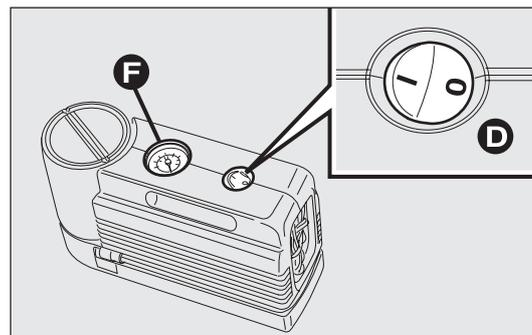
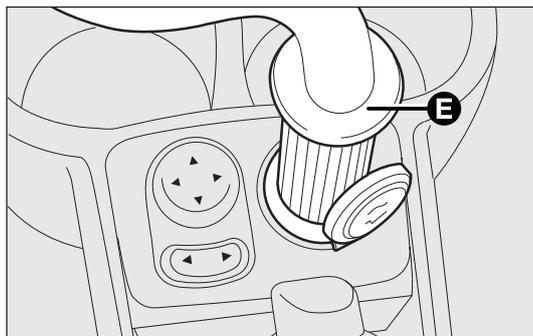

fig. 135
fig. 136
- ❑ asegúrese de que el interruptor D-fig. 135 del compresor esté en posición 0 (apagado), arranque el motor, conecte el enchufe E-fig. 136 en la toma de corriente de 12 V situada en el túnel central y accione el compresor llevando el interruptor D-fig. 135 a la posición I (encendido). Infle el neumático de acuerdo con la presión indicada en el apartado Presión de inflado, en el capítulo Datos técnicos.
Para una lectura más precisa, controle el valor de presión en el manómetro F-fig. 135 con el compresor apagado;